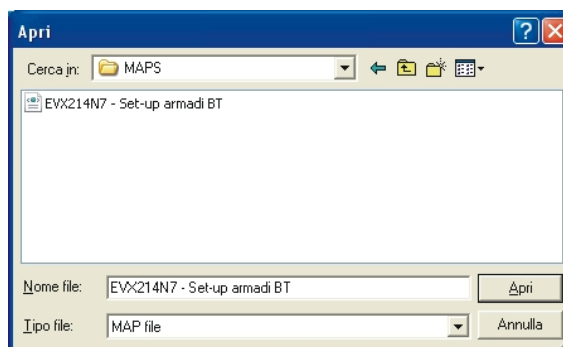

Fig. 25 - Finestra di dialogo Apri.
3. Digitare il percorso e il nome del file del set-up nella casella di testo **Nome file** (per esempio *EVX214N7 - Set-up armadi BT*; si veda Fig. 25).